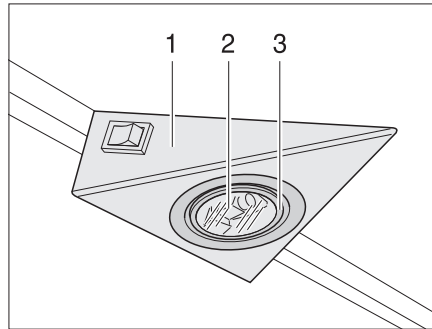
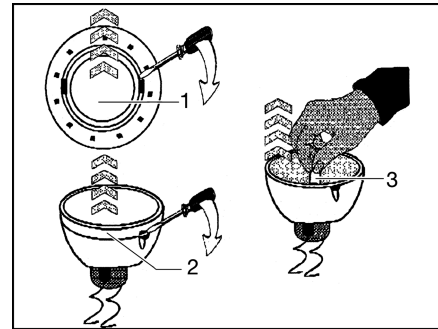

Fig. 179 Lámpara halógena empotrada
Fig. 180 Cambiar la bombilla halógena
La lámpara halógena empotrada está instalada hundida en una carcasa (Fig. 179,1).
- Soltar el anillo de cubierta interior (Fig. 179,3 ó Fig. 180,1) de la carcasa con una herramienta plana adecuada (p. ej. destornillador).
- Retirar el anillo de cubierta del vidrio (Fig. 179,2).
- Extraer la bombilla halógena (Fig. 180,2).